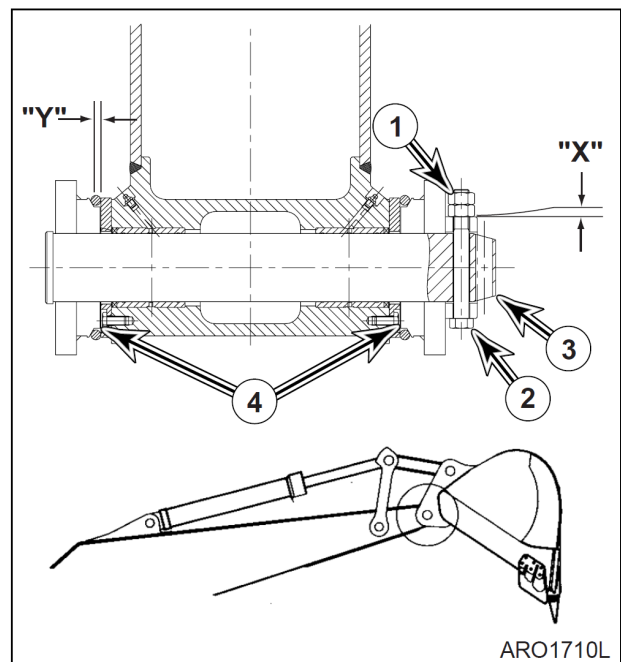

Рис. 10
4. При необходимости регулировки снять две контргайки (1, рис. 10) и болт (2) с пальца (3). Добавить (или удалить) регулировочные шайбы (4) по мере необходимости. Следует использовать одинаковое количество шайб с каждой стороны. Установить болт (2) и две контргайки (1). Контргайки должны отступать от бобышки на 1 – 2 мм в точке (X).